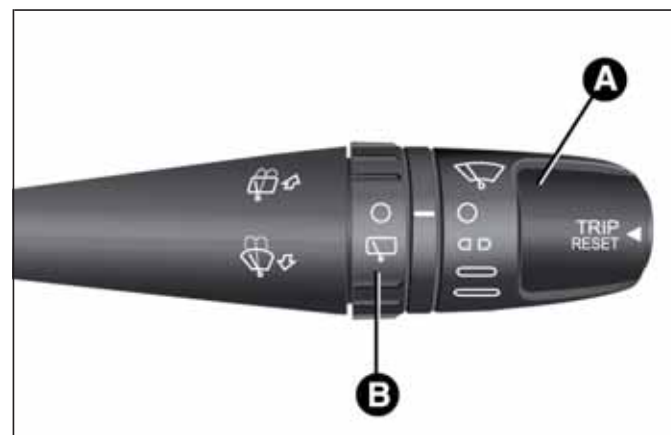

fig. 220
- ☐ girar la corona A fig. 220 en posición (limpiaparabrisas parado);